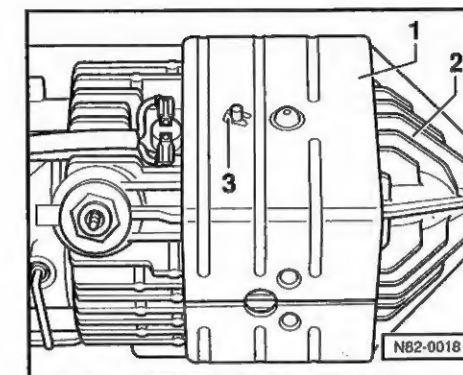

Fig. 3 Carter isolant: dépose et repose
♦ Déposer et reposer ⇒ fig. 3
- Déposer le carter isolant ⇒ fig. 3